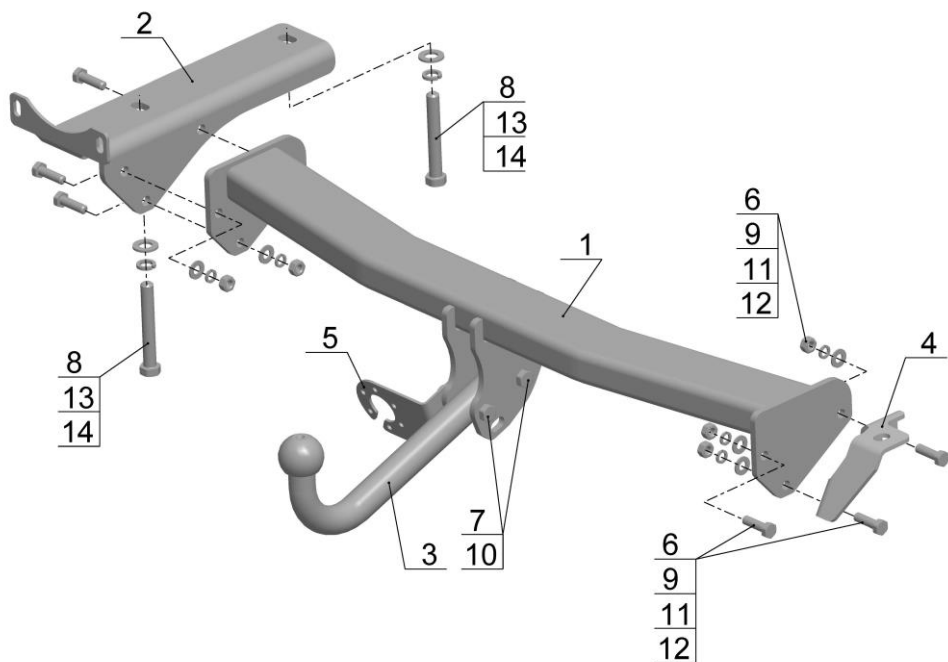

Рис.1.
- Установить кронштейн левый (поз.2), используя крепежные элементы (поз.8,13,14) и две стандартные гайки (см. рис.1);
- Установить ТСУ (рис.1) на автомобиль, используя крепежные элементы (поз.6,9,11,12);